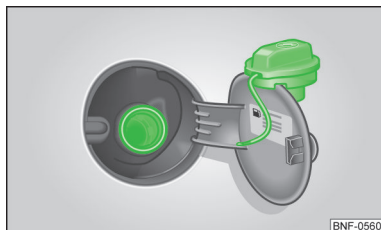

Fig. 92
» Fig. 92 på side 103.
- Skru tankdækslet af mod uret, og sæt det fast øverst på tankklappen » Fig. 92.